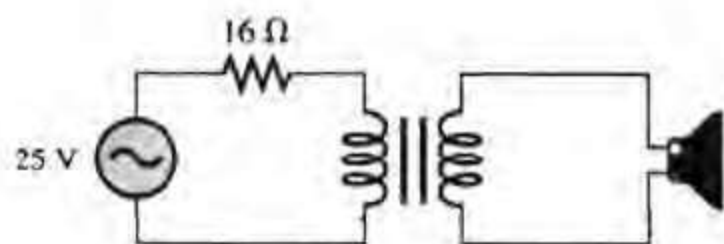

图 15.48
参见图 15.48
16. 图 15.48 中,要给 $4\ \Omega$ 的喇叭传输最大功率,则变压器的匝数比应为多少?
17. 图 15.48 中, $4\ \Omega$ 的喇叭能获得的最大功率为多少?